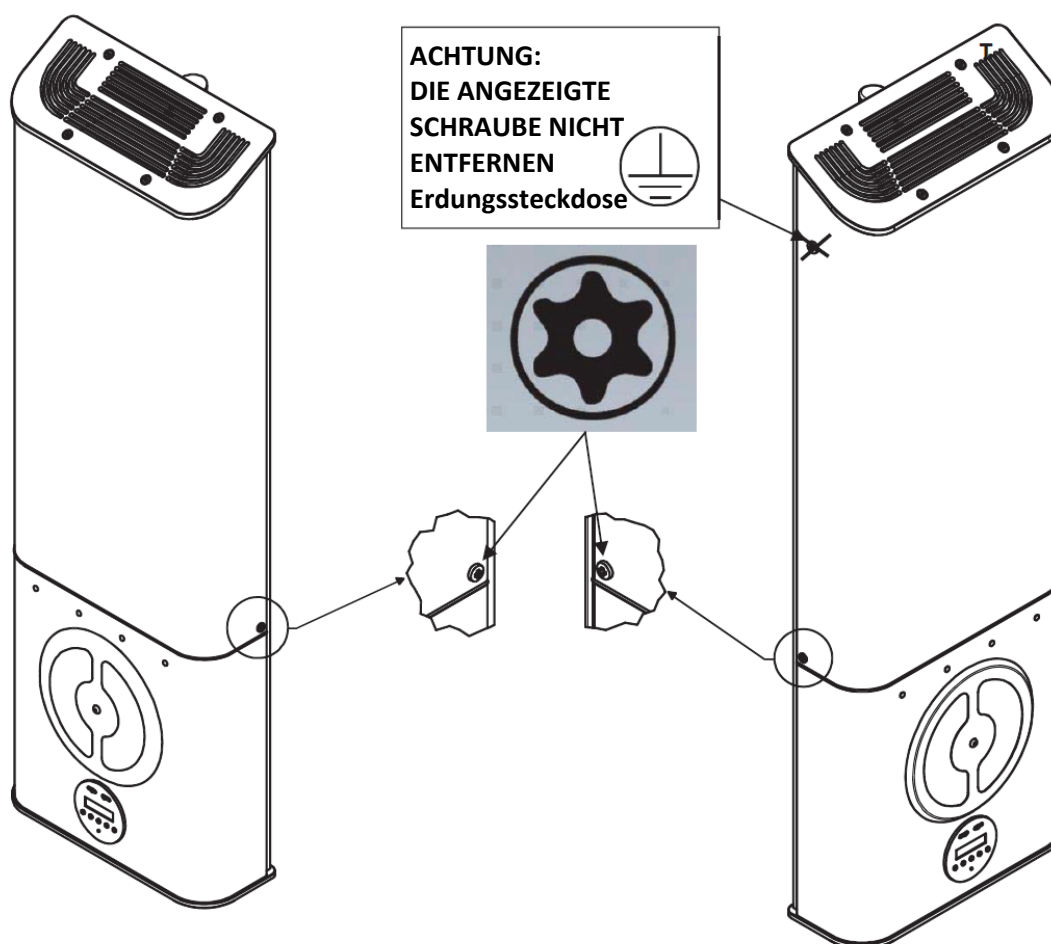

Abb.8
1. Mit Hilfe des mitgelieferten L-Schraubenschlüssels (3MECL0001) für die entsprechenden Sicherheits- TORX Schrauben (Abb.6) die schrauben auf den Gehäuseseitenteilen entfernen (Abb.8).